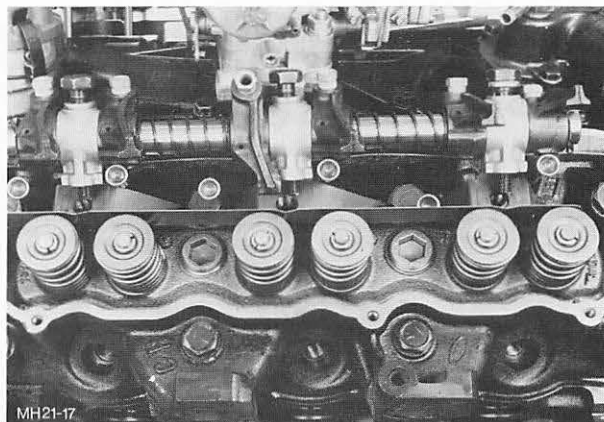

Abb. 252 Kipphebelachse mit Ölfangblech abbauen, „C“-Motor
3. Zündkerzen herausschrauben, Kipphebelachsen (4 bzw. 6 Schrauben) mit Ölfangblechen abbauen, Abb. 252, und Stößelstangen entfernen.